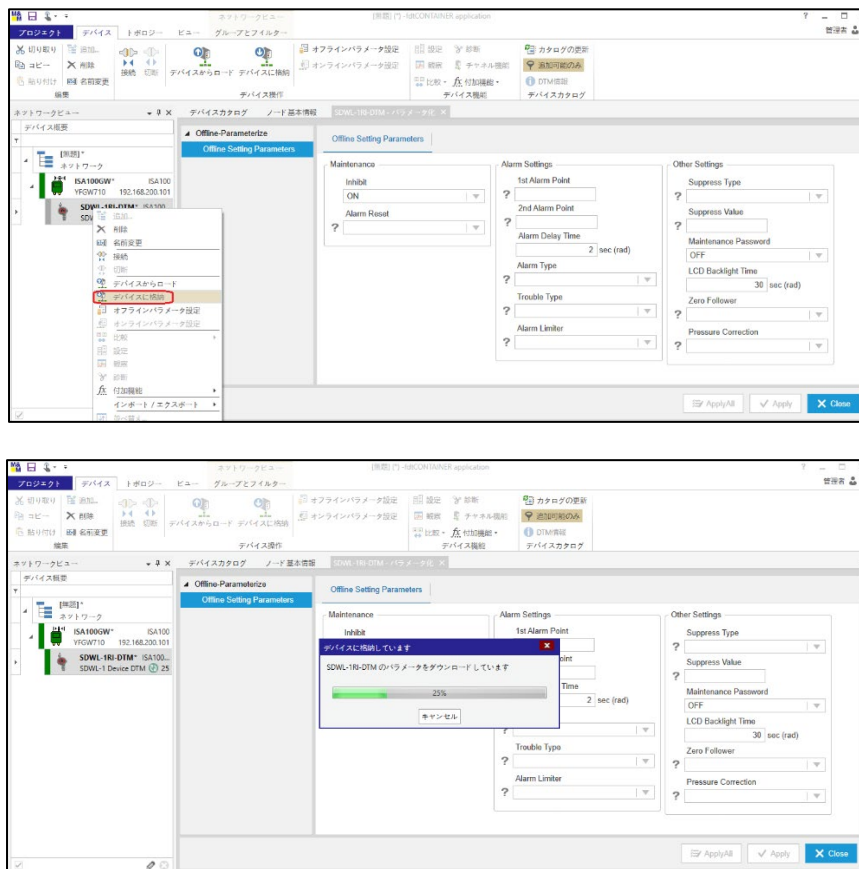

図 6-13 パラメータ設定値を SDWL-1 へダウンロード
- ② ツリーメニュー⇒SDWL-1（タグ名）を右クリックし、「デバイスに格納」を選択します。ダウンロードが開始され、ダウンロード実行中の表示が消えるとパラメータ設定が完了となります。（図 6-13）